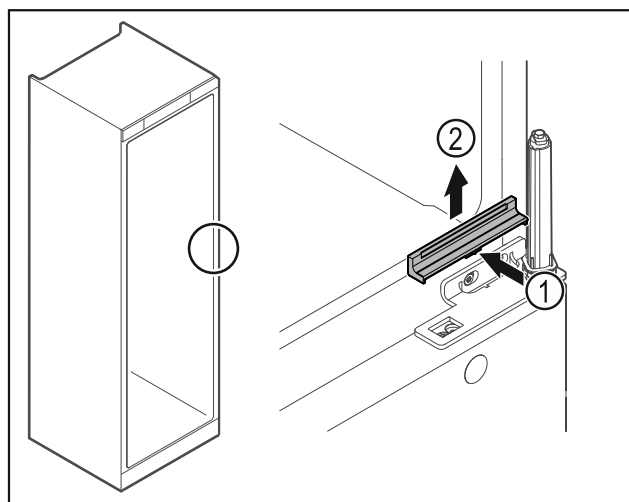

Fig. 31
- ▶ Натиснете леко навътре капака Fig. 31 (1) в средата и го свалете нагоре Fig. 31 (2).